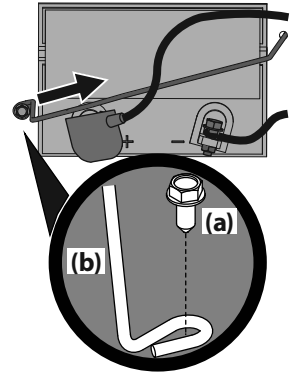

Figura 15
1. Extraiga el tornillo de arandela hexagonal (a) que sujeta el soporte de sujeción de la batería al bastidor (b). Luego levante el soporte de sujeción de la batería (b) para liberar la batería. Consulte la Figura 15.